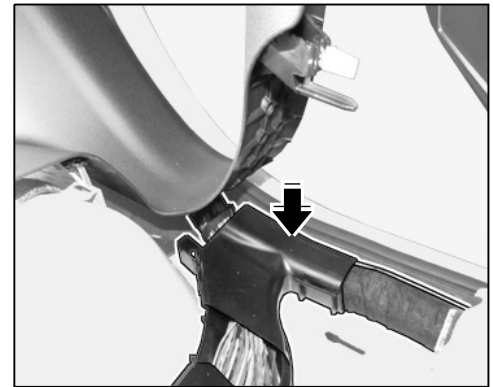

Figure 8
- 2.3.2 Open rear left cable duct ⇒ *Figure 8* -**arrow**-.